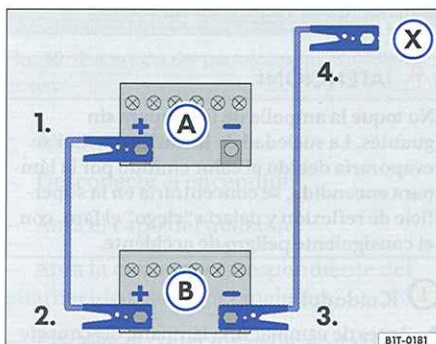

Fig. 47 Esquema de conexión de los cables de emergencia
En la ⇒ fig. 47 (A) representa a la batería sin carga y (B) a la batería con carga.